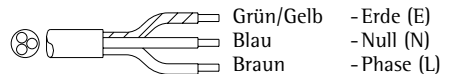

Abb. 5
- (Abb.5) Stromausführung 220V-240V 1 Phase mit Steckeranschluß.
- (Abb.5) Stromausführung 220V-240V 1 Phase ohne Steckeranschluß.
Die 3-adrige Stromschnur (Abb.5) besitzt folgenden Adercode: